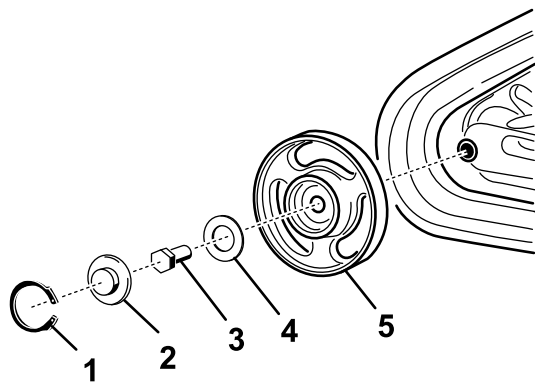

Figura 45
**Notă:** Poate fi necesar să scoateți roata de rulare față, exterioară. Pentru a o îndepărta, scoateți inelul de fixare i capacul din centrul roii de rulare (Figura 45). Apoi scoateți urubul i garnitura din centrul roii i trageți roata de pe maină.